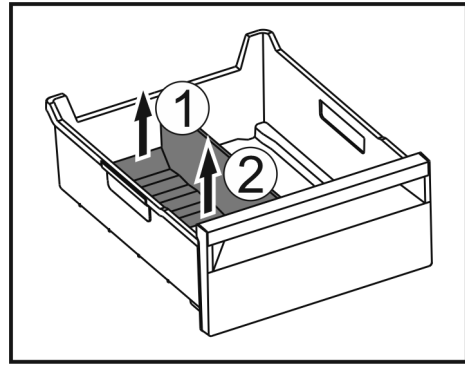

Fig. 113
- 提升冰格分隔器后部。 Fig. 113 (1)
- 向上取出冰格分隔器。 Fig. 113 (2)